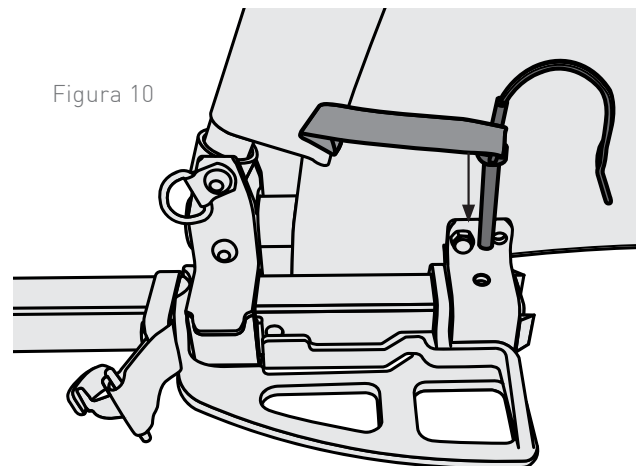

Figura 10
2. Inserte el pasador desde la parte superior a través de los agujeros alineados del receptor y de la barra de remolque (Figura 10).